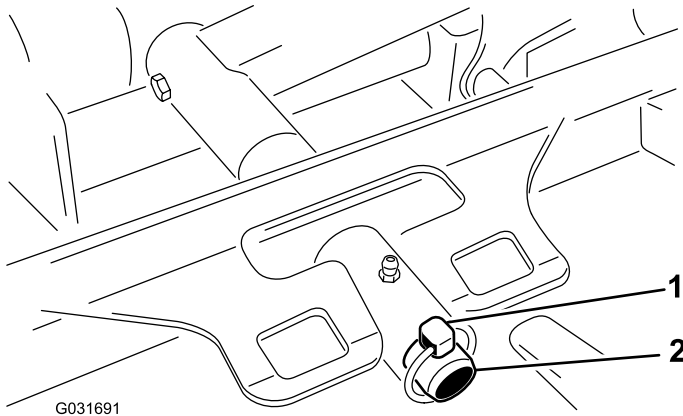

Bild 60
3. Entfernen Sie den Klappstecker, mit dem der Trägerschalen des Mähwerks am Lagerbolzen des Hubarms befestigt ist (Bild 60).
3. Schieben Sie den Mähwerkträgerschalen auf den Lagerbolzen des Hubarms und befestigen ihn mit dem Klappstecker (Bild 60).